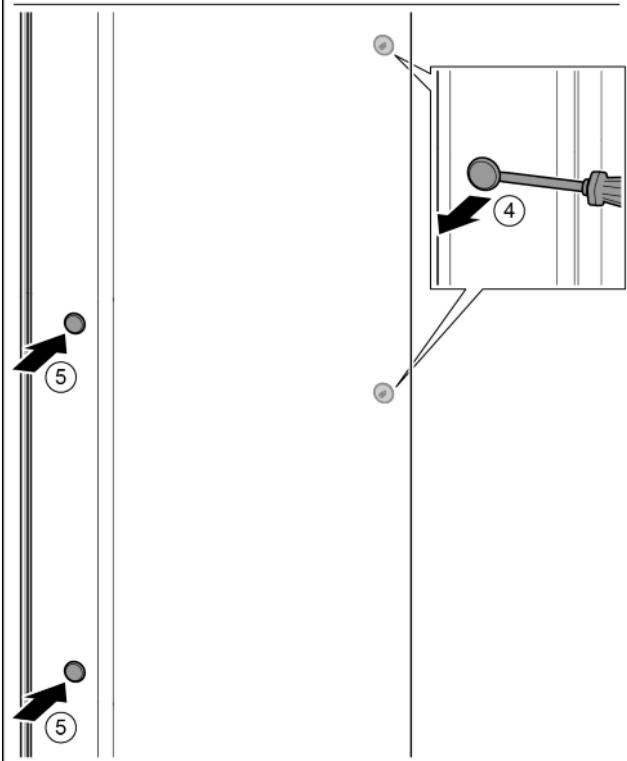

Fig. 38
- Свалете капака. Fig. 38 (1)
- С отвертка T15 отвийте винтовете. Fig. 38 (2)
- Свалете дръжката. Fig. 38 (3)
- С плоска отвертка внимателно повдигнете страничната тапа и я извадете. Fig. 38 (4)
- Отново поставете тапата от другата страна. Fig. 38 (5)